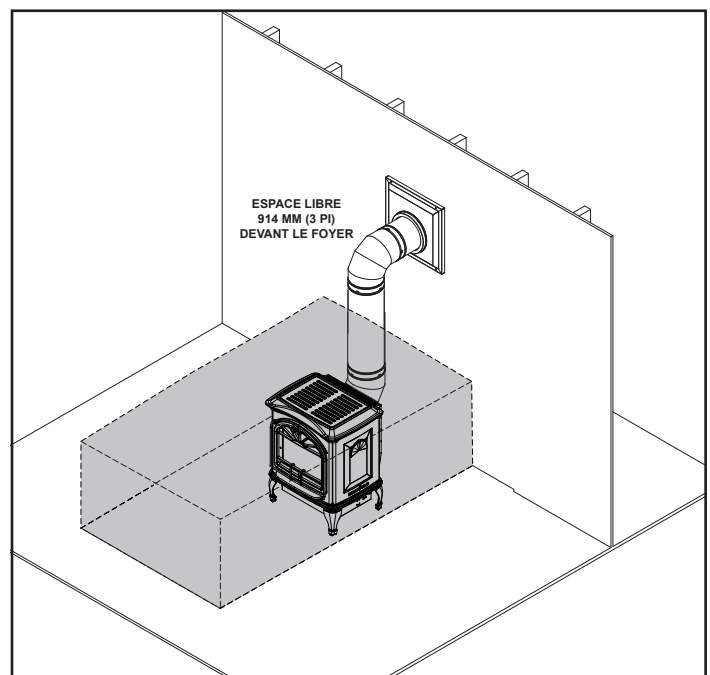

Figure 3.1 Espace libre
**AVERTISSEMENT ! NE placez PAS d'objets combustibles devant le poêle et ne bloquez pas les aérateurs à lames. Des températures élevées peuvent allumer un incendie. Voir la Figure 3.1.**
Ne placez pas de bougie ou d'autres objets sensibles à la chaleur sur le dessus de l'appareil ou dans son dégagement. Voir la Figure 3.1. La chaleur peut endommager ces objets. Consultez le manuel d'installation de l'appareil pour plus de détails.